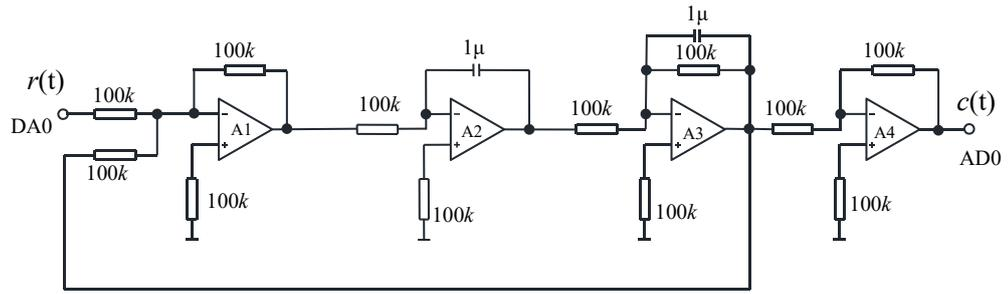

图 3 二阶闭环系统实验电路图
2. 搭建图 3 所示的二阶闭环系统，采用与步骤 1 相同的方法，完成实验数据测量并填写在表 2 中。